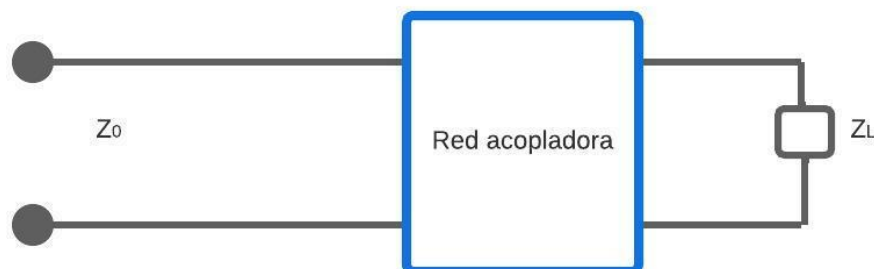

Figura 1. Red acopladora ideal
- 3.3.1 Se tiene una carga $Z_L = 150 + j150 \Omega$ conectada a una línea de transmisión sin pérdidas con impedancia característica de 75Ω . Realizar la red acopladora de impedancias con elementos concentrados como se indica en la Figura 1 para una frecuencia de 1 GHz.